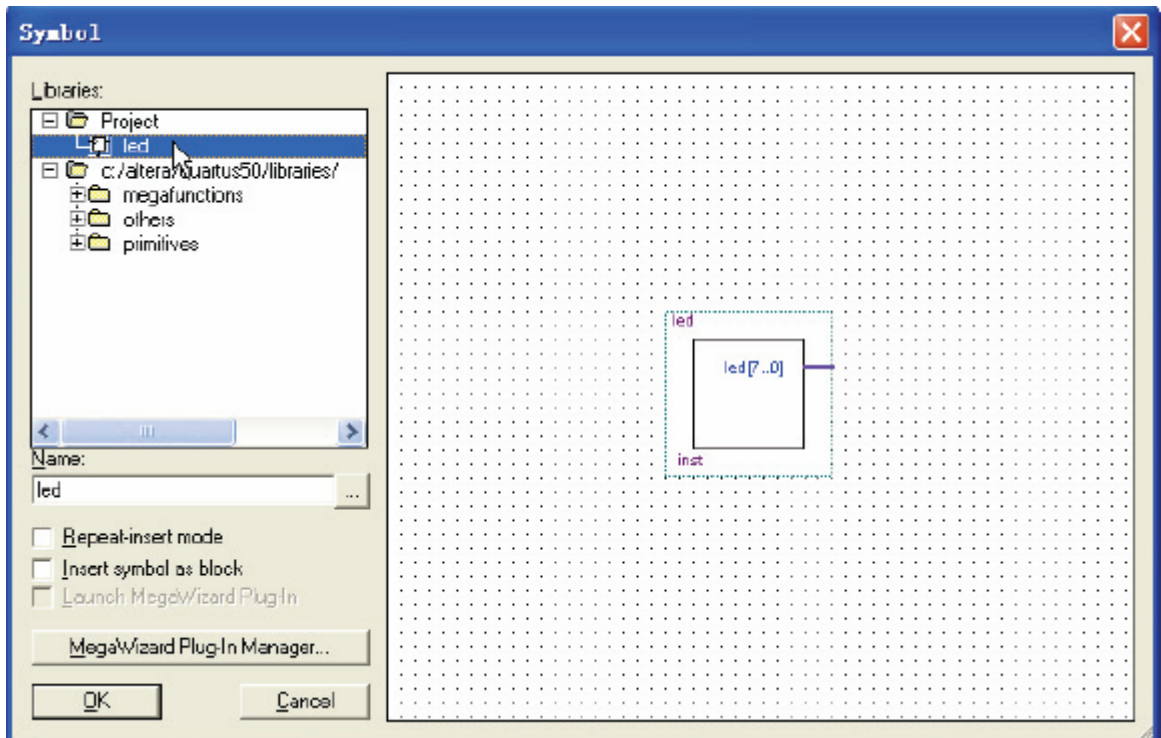
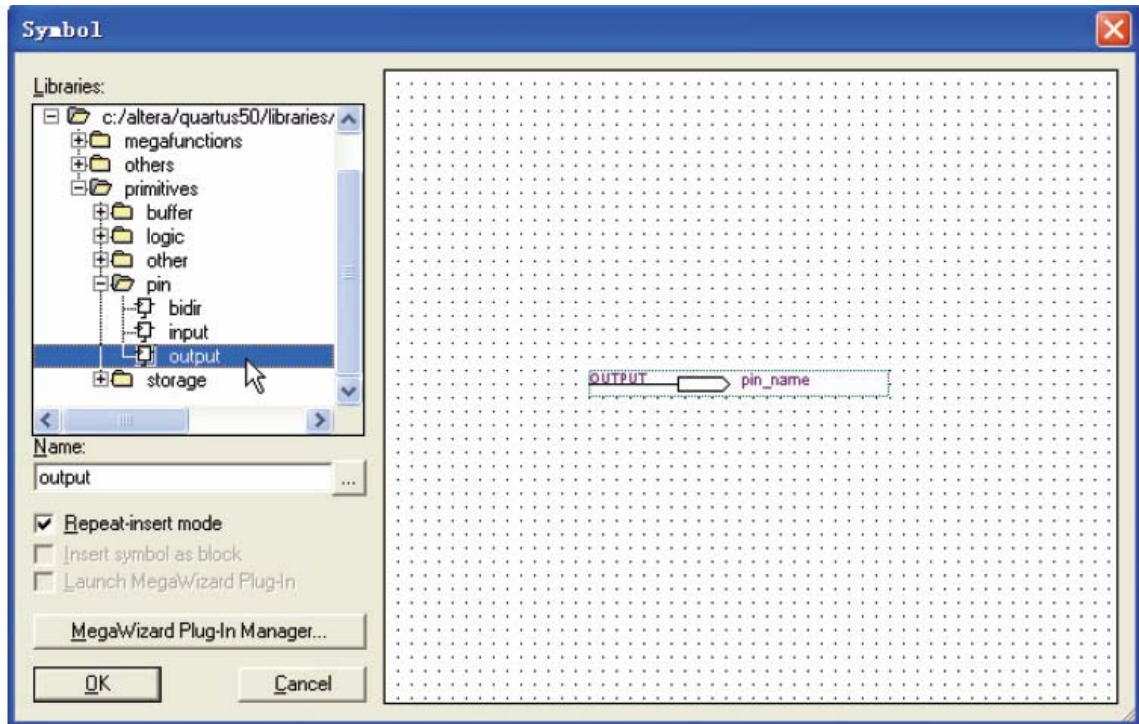

图 2.13 添加Symbol 对话框
图 2.15 添加输入管脚对话框
a. 在Quartus II中，在led_test.bdf窗口的任意处双击，弹出添加符号（Symbol）的对话框，如图 2.13 所示。
- a. 单击模块编辑工具栏中的  按钮，插入符号对话框如图 2.15 所示。读者可以发现，这个对话框就是图 2.13 所示的对话框，不同之处，使用该按钮时，默认重复插入模式 (Repeatinsert mode) 选中，这样可重复的插入符号。当然，前面插入led 符号也可使用  按钮。